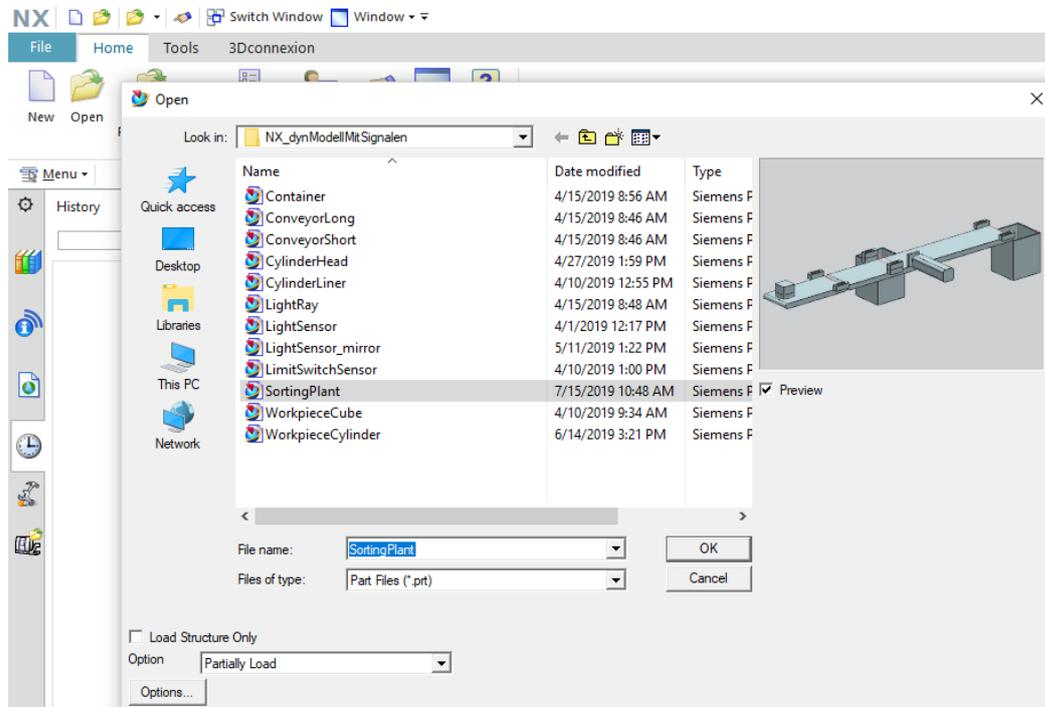

figura 16: Abrir o gêmeo digital "SortingPlant"
- Você deve visualizar o menu principal do Mechatronics Concept Designer. Abra o projeto MCD "**SortingPlant**". Para fazer isso, clique no símbolo "Open" (Abrir) na barra de menu do Mechatronics Concept Designer. A janela de seleção da figura 16 é exibida, em que você pode navegar até o caminho do arquivo descompactado. Selecione o arquivo "SortingPlant" dos arquivos Part exibidos (*.prt). Nas opções, assegure que o arquivo seja apenas "parcialmente carregado" para carregar apenas os dados relevantes do gêmeo digital.